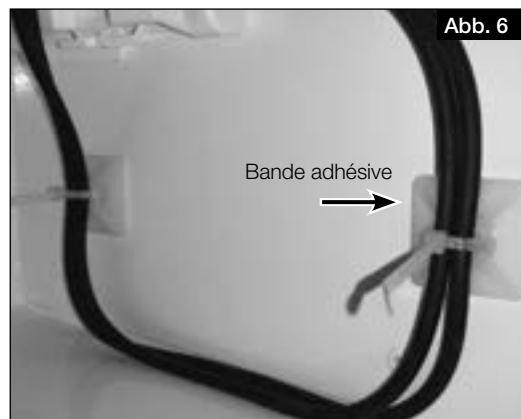

Abb. 6
7. Fixer le câble de raccordement du préchauffage électrique sur la paroi latérale à l'aide des serre-câbles fournis (fig. 6).